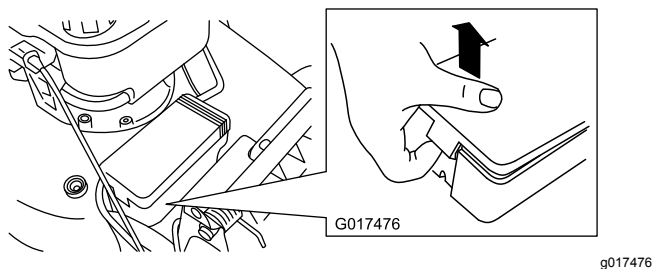

Figura 31
2. Sbloccate il coperchio della batteria da ambo i lati e toglietelo (Figura 31).